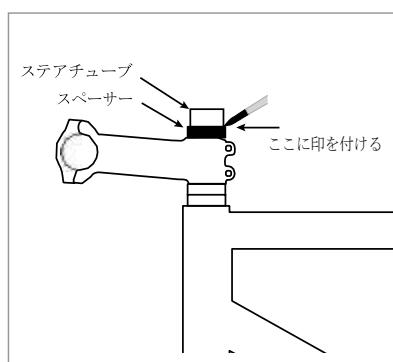

図6
8. 10 mmスペーサーをシステムクランプの上に追加して、追加のステアチューブがある場合は、細字フェルトペンを使ってスペーサー上端に沿ってステアチューブに印を付けます(図6)。